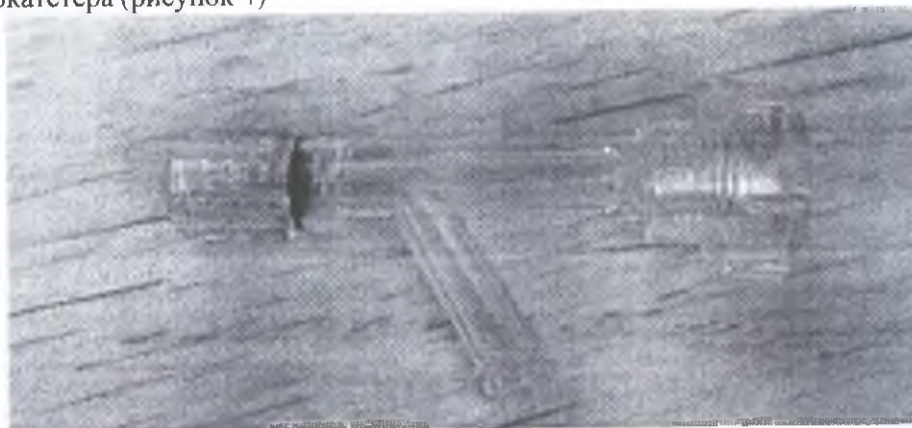

Рисунок 4 - Y-коннектор с гемостатическим клапаном
- ❖ Y-коннектор с гемостатическим клапаном (5), который позволяет установить интродьюсер в основание микрокатетера (рисунок 4)